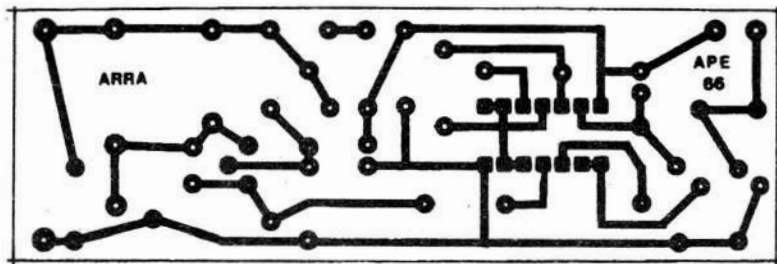

Fig. 2
- **FIG. 2 - LAY OUT DO CIRCUITO IMPRESSO ESPECÍFICO** - A placa não tem grandes complicações de desenho, e o seu lay out (em tamanho natural, no diagrama...) pode ser facilmente reproduzido sobre a face cobreada de um fenolite virgem nas convenientes dimensões... Embora seja perfeitamente possível a traçagem manual, com caneta (até do tipo descartável...), a presença do integrado recomenda o uso de decalques apropriados de modo a se obter um resultado estético e eletricamente perfeito, de nível profissional... Aos leitores/hobbystas que ainda se sintam in-